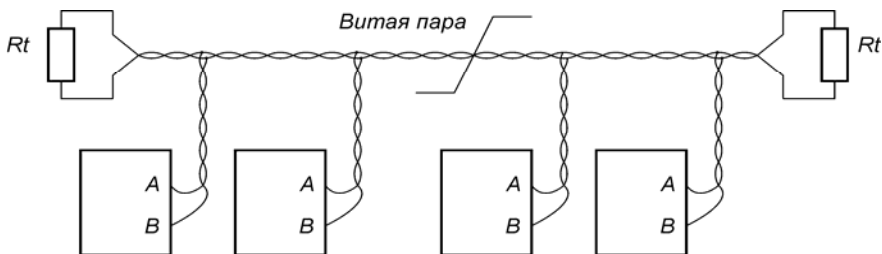

Рис.2.1 Структура сети RS-485
*Рис.2.1а Вращение в одну сторону*
*Рис.2.1б Вращение в другую сторону.*
Сеть, построенная на базе интерфейса RS-485, представляет собой приемопередатчики, соединенные при помощи витой пары - двух скрученных проводов (см. рис.2.1).